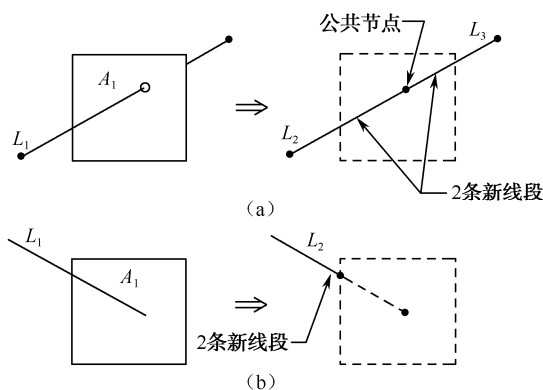

图 2-16 面分割线示意图
(2) 面分割线：生成两段不同的线，其示意图如图 2-16 所示。